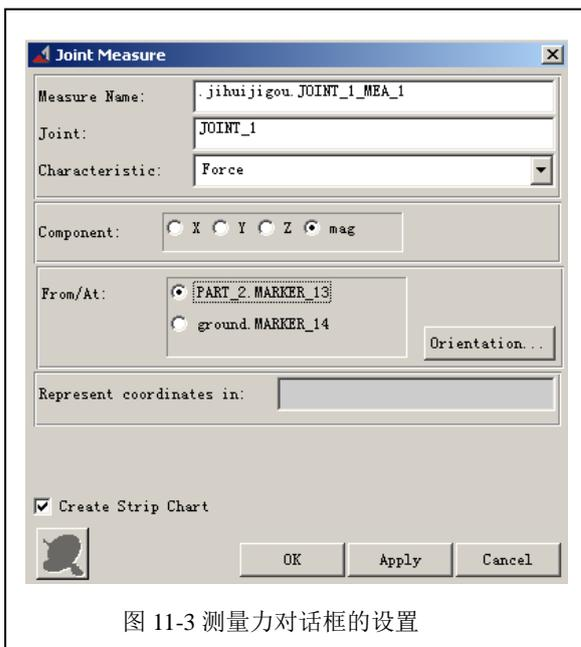

图 11-3 测量力对话框的设置
其他的设置如图 11-3 所示。然后点击对话框下面的
11.2 对原动件 BC 的旋转副 JOINT_1 进行如何角位移测量的运动分析，旋转副 JOINT_1 的角位移测量和其力测量过程几乎一样，在图 11-3 所示的对话框中，将 Characteristic 栏选为 Ax/Ay/Az Projected Rotation，Component 栏选为 Z，将 From/At 栏设置为 ground.MARKER_14 (或者 PART_5.MARKER_13)，其